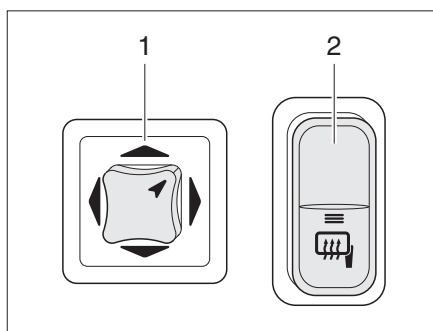

Fig. 28 Commutateur pour rétroviseurs extérieurs à réglage électrique et leur chauffage
- Sélectionner le rétroviseur qui doit être réglé. Pour ce faire, tourner l'interrupteur tournant (Fig. 28,1) vers la gauche ou la droite.
- Régler le rétroviseur en appuyant sur l'interrupteur (Fig. 28,1) dans la direction correspondante.
Mettre le chauffage en service: ■ Appuyer sur l'interrupteur (Fig. 28,2). Le voyant de contrôle dans l'interrupteur s'allume en orange et indique le fonctionnement.